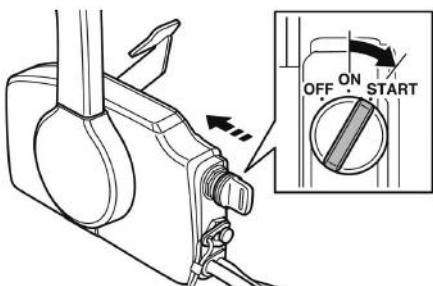

Рис. 34 Запуск холодного двигателя электрическим стартером
- Удерживая ключ в нажатом положении, одновременно переведите ключ зажигания в положение START (Рис. 34). Электрический стартер начнет проворачивать коленчатый вал двигателя.